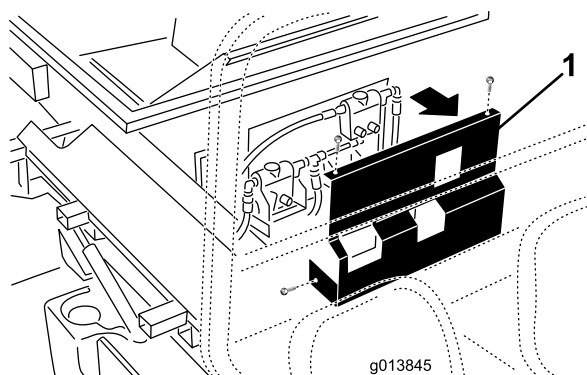

図 13
38. SH バージョン (モデル 44701) では、プロパスの前部にカバーを固定している固定具を取り外し、カバーを外して脇においておく (図 13)。